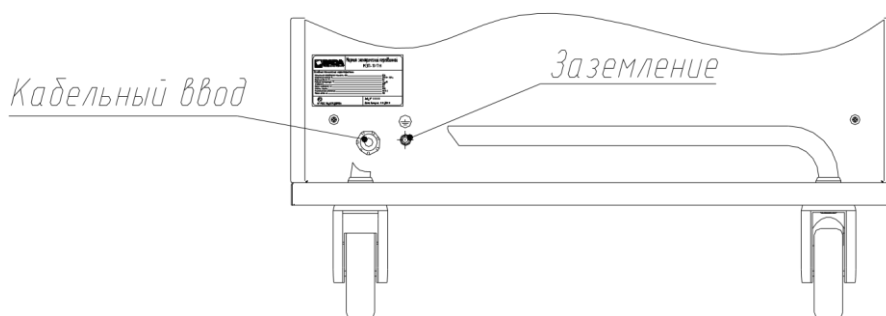

Рисунок 2 – Расположение заземляющего устройства
6.5 Надежно подсоедините заземляющий проводник к заземляющему устройству (шпильке), находящимся рядом с кабельным вводом см. рис. 2.